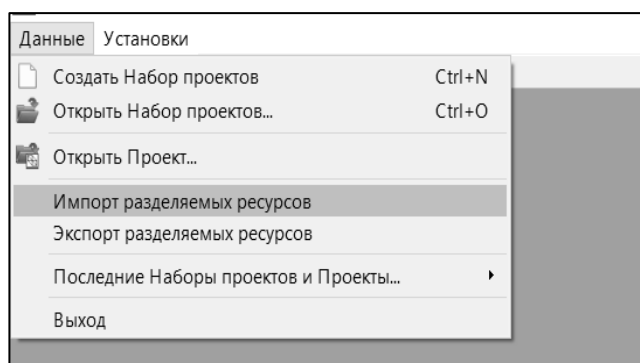

Рис. 1.1. Импорт разделяемых ресурсов
2. Выберите в меню **ДАННЫЕ** команду **ИМПОРТ РАЗДЕЛЯЕМЫХ РЕСУРСОВ** (рис. 1.1)